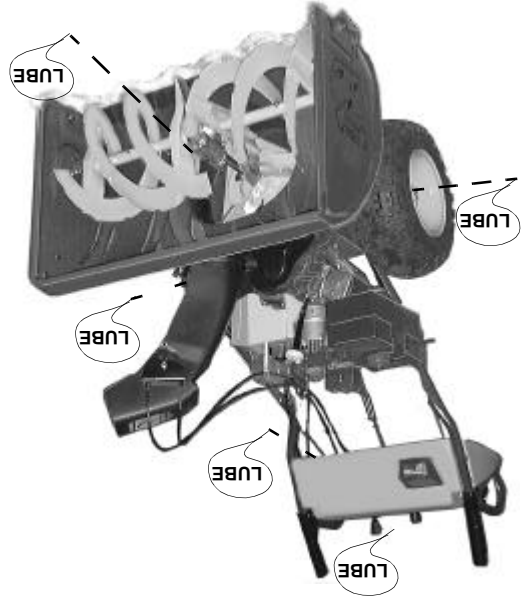

Figura 19
- Si fuera necesario ajustar, afloje la contratuerca del cable del propulsor de tracción y enrolle el cable hacia dentro o afuera según sea necesario. Vea la figura 19. Ajuste la contratuerca para asegurar el cable cuando se alcance el ajuste correcto.
(Vea la figura 19.)